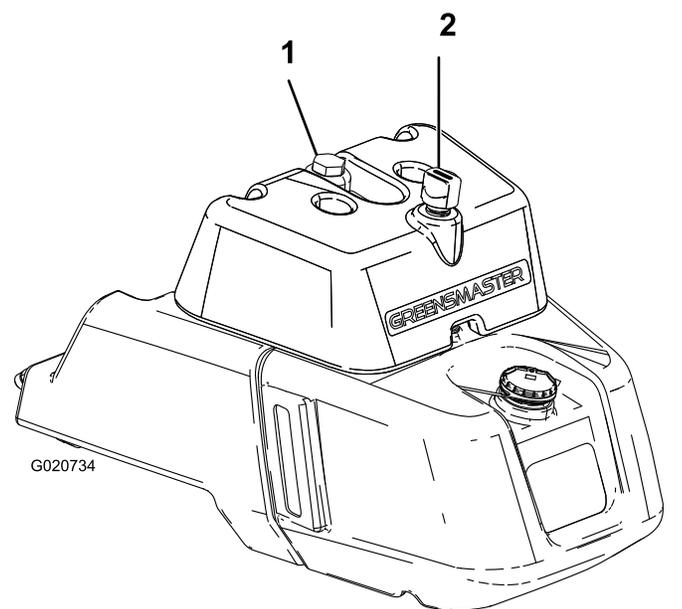

Figura 35
- Se il serbatoio è dotato di un vetro spia, controllate il livello dell'olio (Figura 35) e procedete al passaggio 5.